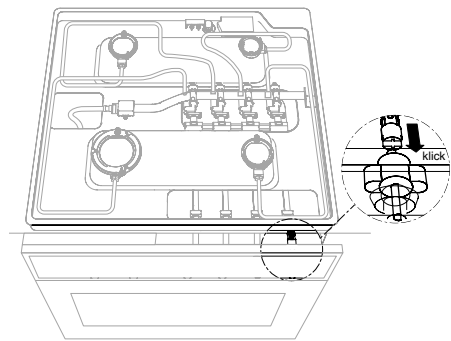

Abb. 9
- Die Kardanverbindungen auf die Achse der Schaltgriffe des Backofens schieben und einklinken (Abb. 9).